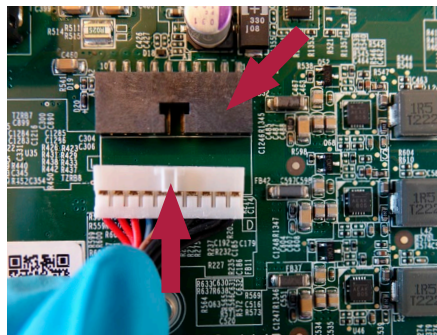

Figura 27 Reconexión del conector de la batería
- Vuelva a conectar la batería al conector de la batería (véase la Figura 12 y la Figura 27)